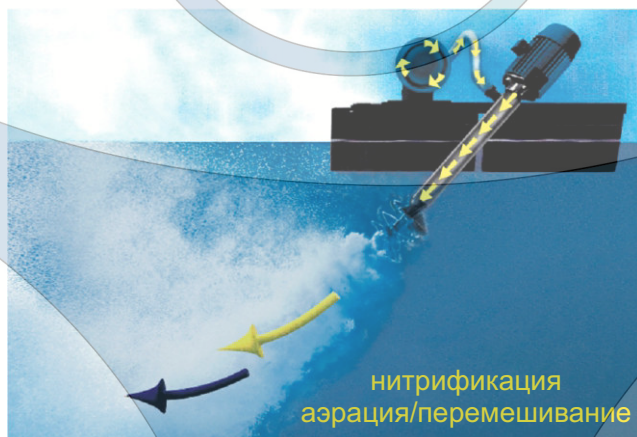

рис.2 - Process Aerator работает в режиме Аэрации+перемешивания
- В режиме «аэрация и перемешивание» давление воздуха создается высокоэффективной рекуперативной воздуходувкой. Воздух нагнетается по пустотелому валу вниз и выходит через распылитель, установленный перед перемешивающим пропеллером. Такая конструкция конкретно повышает рассеивание кислорода и продолжительность пребывания в жидкости пузырьков (рис.2). Размер пузырьков около 2 мм.